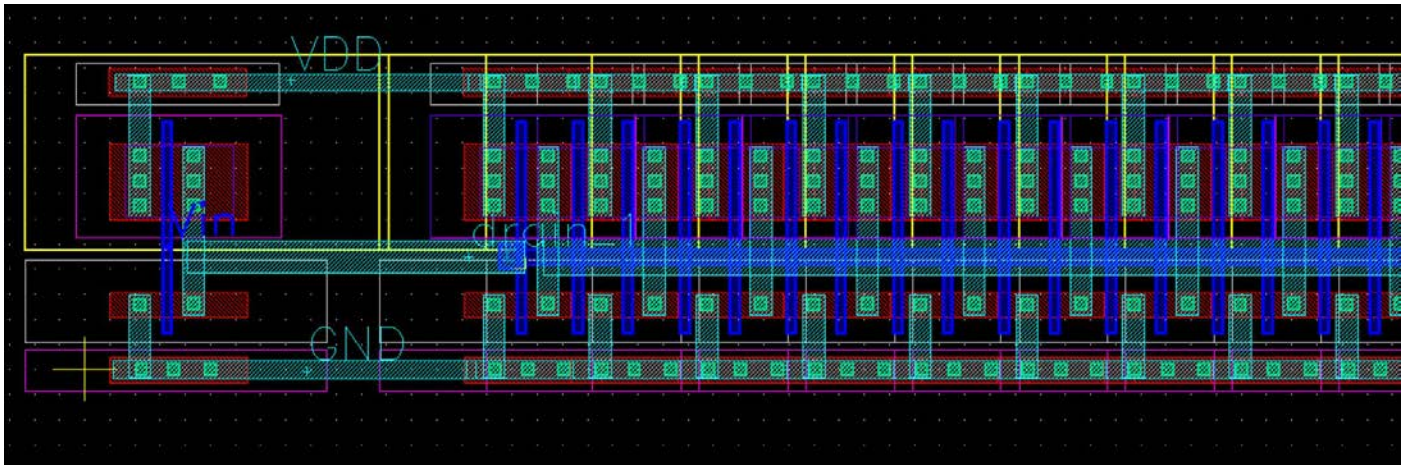
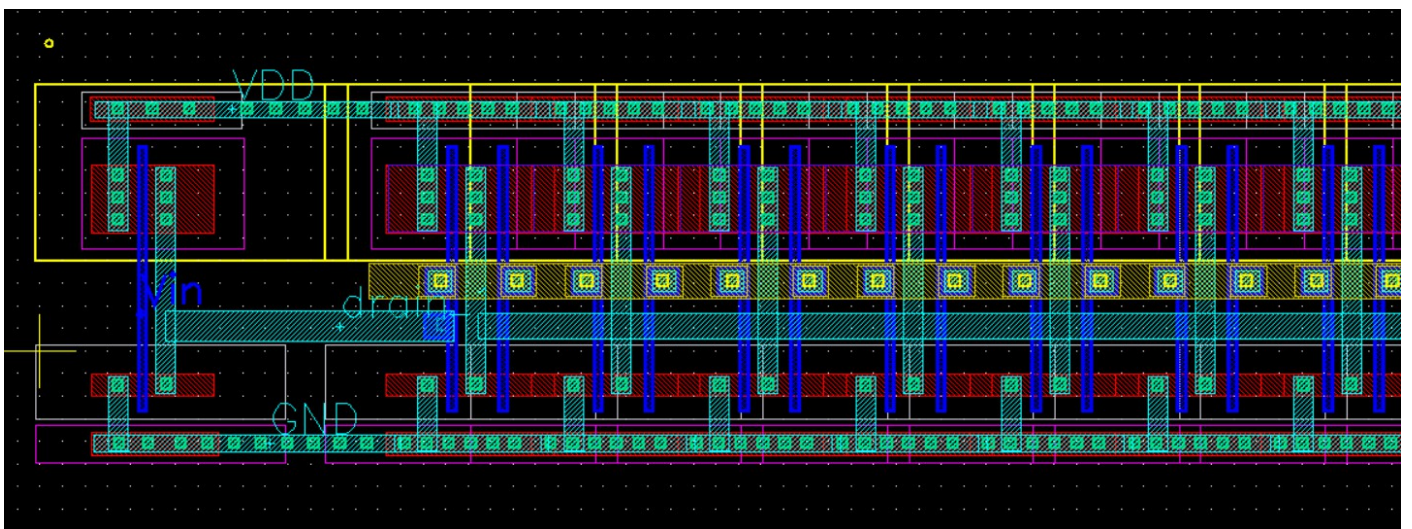

Fig. 5 Part of my layout (version 1)
Fig. 6 Part of my layout (version\_2)
**Layout consideration:** 我總共畫了 2 種 layout，兩個版本主要差在 gate 之間的連接方式。Fig. 5 是使用 polysilicon 連接 gate，Fig. 6 是使用 Metal 2 連接 gate。由於 Polysilicon 的電阻太大，所以當訊號在這上面傳遞得時候，遞減的很快速，會產生大的 delay，尤其第 3 級要 1400 多個 unit inverter 的時候，這種情形更嚴重。因此我換使用 Fig. 6 的畫法，使用 Metal 2 連接 gate，因為 Metal 2 相較於 polysilicon 的電阻小很多，可以有效增加訊號的傳遞的速度。另外就是把 contact 盡量打滿讓電盡量快速的流到 diffusion region 的每個地方。還有再畫 layout 的時候是將相鄰 MOS 的 source 或 drain 共用，可以降低面積，因此降低寄生電容。
For the following problem, I used Fig. 6 layout to measure!